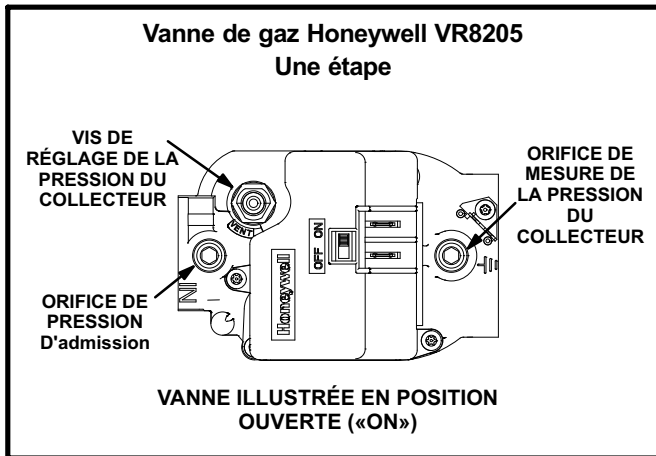
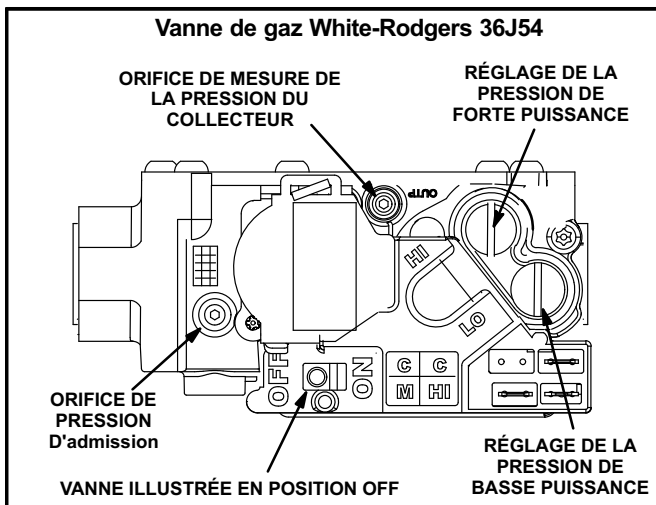

FIGURE 2
FIGURE 3
Fonctionnement de la vanne de gaz (figure 2 et figure 3)
- 5- *Vanne de gaz Honeywell VR8205* - Mettre le levier de la vanne de gaz sur «OFF». Voir Figure 2.
Vanne de gaz White Rodgers 36J54 - Tourner le bouton de la vanne de gaz dans le sens des aiguilles d'une montre  pour l'amener sur «OFF». Ne pas forcer. Voir Figure 3.
7- *Vanne de gaz Honeywell VR8205* - Mettre le levier de la vanne de gaz sur «ON». Voir Figure 2.
Vanne de gaz White Rodgers 36J54 - Tourner le bouton de la vanne de gaz dans le sens inverse des aiguilles d'une montre ↺ pour l'amener en position «ON». Ne pas forcer. Voir Figure 3.